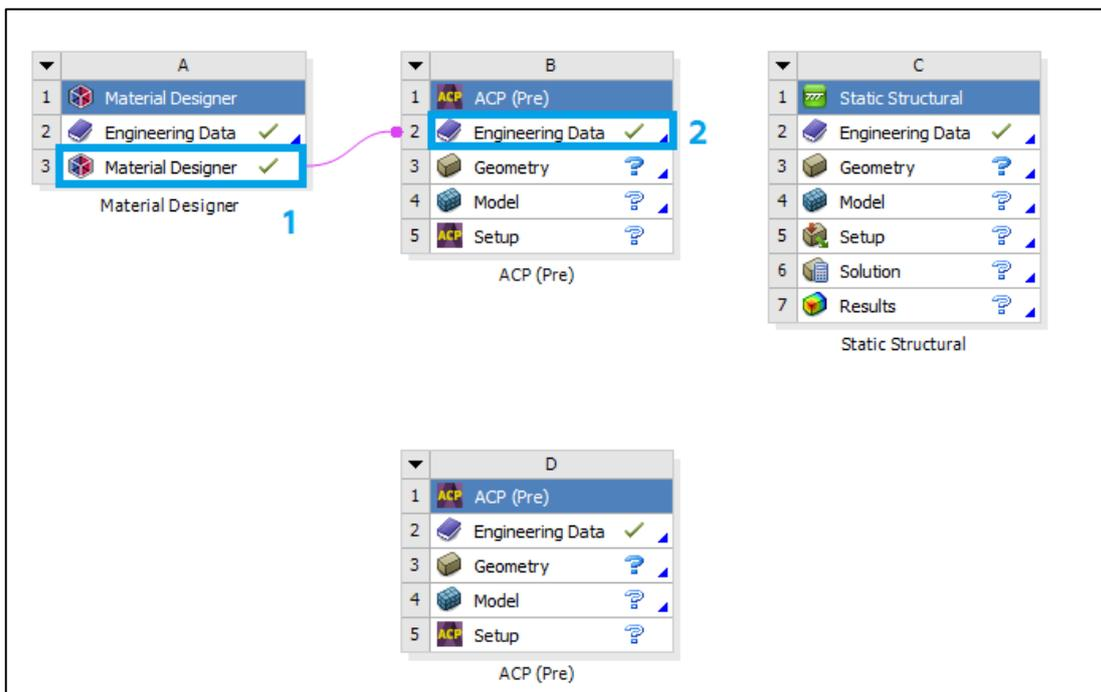

Рис. 11. Создание связи
10. Создаем связь между первым и вторым модулями *Material Designer* для присвоения созданного нами композитного материала к анализируемой геометрии через второй блок (рис. 11):